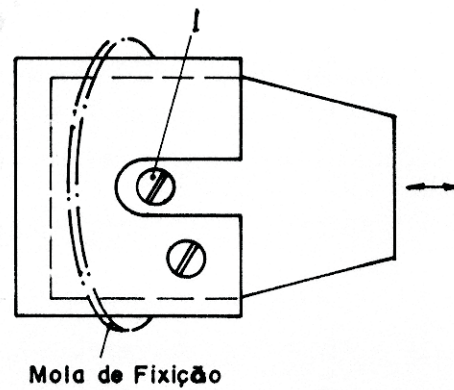

Figura 17 - Objetiva
- 3^º - Soltar o parafuso (1) que fixa a parte interna da objetiva, como ilustra a figura 17, e deslocá-la para dentro ou para fora. Repetir os itens 2 e 3, até que a escala auxiliar esteja calibrada.